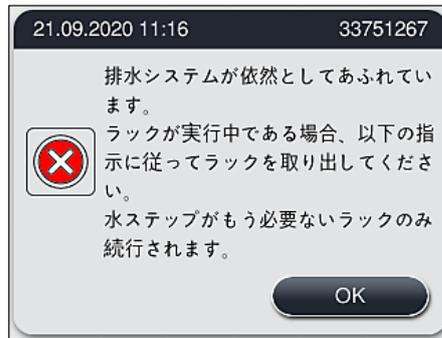

図 125
3. クリーニング対策にもかかわらず、詰まりが取り除けない場合は、危険水位が続くことから、水ステーションは無効となります。ディスプレイに水ステーションが故障している则表示されます。1つ以上のプログラムを中止するには、(→「図 123-2」) または (→「図 124-2」) を押します。意図的な中止プロセスが開始します。水ステップが必要ないプログラムは、染色プロセス終了まで続行されます。まだ1つ以上の水ステップが必要な残りのラックは、すべてキャンセルし、装置から取り出す必要があります。続くメッセージ(→「図 125」)を「OK」を押して確認します。